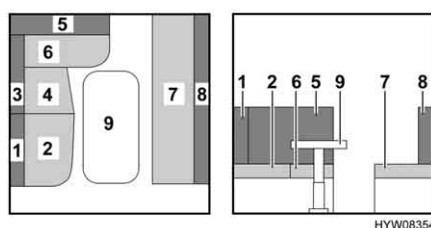

Fig. 74 Prima della trasformazione
- Trasformare il tavolo rialzabile (Fig. 74,9) in struttura di supporto letto (vedi paragrafo 6.8).